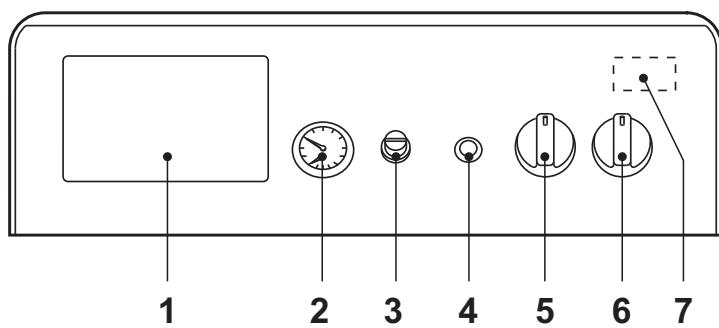
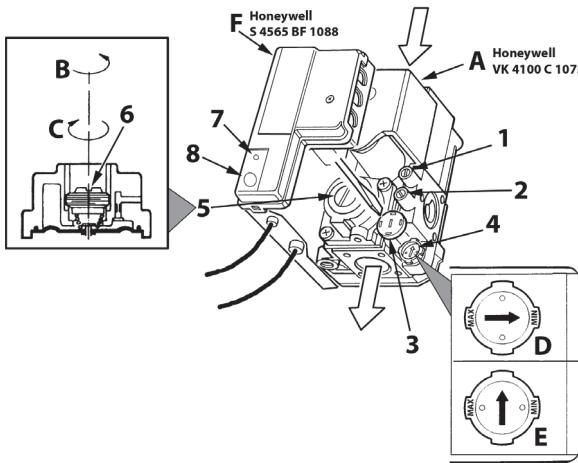

рис. 1 - Панель управления
рис. 3 - Регулирование давления
- Установите главный выключатель “6” в положение 1 (рис. 1).
- Если котел оборудован электронным терmostатическим блоком управления, установленным в положении 1 на рис. 1, пользователь должен также соблюдать инструкции, предоставляемые изготовителем данного блока.
Повернув рукоятку 5 на рис. 1 по часовой стрелке, температура воды в системе отопления повышается и наоборот. Температуру воды в системе отопления можно регулировать в пределах от 30° до 90°. Однако не рекомендуется эксплуатировать котел при температуре ниже 45°.
Задайте с помощью терmostата температуры воздуха в помещении нужную температуру внутри помещения. По команде от комнатного термостата котел нагревает воду в системе отопления до температуры, заданной с помощью терmostата регулировки котла 5 de рис. 1. При достижении в помещении желаемой температуры котел выключается.
При заполнении холодной системы отопления, давление воды, контролируемое по показаниям установленного на котле водомера поз. 2 на рис. 1, должно составлять примерно 1,0 бар. Если во время работы давление воды в системе упало (из-за испарения растворенных в воде газов) до величины ниже вышеуказанного минимума, пользователь должен открыть кран подачи воды и довести давление до первоначального значения. По окончанию операции всегда закрывайте кран подачи воды.
Подключите манометр к штуцеру отбора давления 2 (рис. 3), расположенному после газового клапана, затем переведите ручку терmostата котла (поз. 5 - рис. 1) на максимум.
Сняв защитную пробку 5 (рис. 3), регулируйте давление газа с помощью винта 6 на желаемое значение (см. таблицу технических данных и диаграммы изменения мощности, приведенных в сар. 5).
- Снимите с газового вентиля маленький защитный колпачок 3 (рис. 3). С помощью маленькой отвертки отрегулируйте "СТУПЕНЬ" розжига на основании выбранного для работы газа (**G20-G25** Положение **D** рис. 3 или **G30-G31** Положение **E** рис. 3); установите защитный колпачок на место.